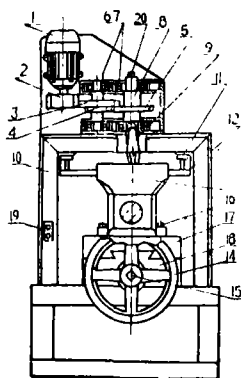

图1 鎖接手卡槽立銑机
鎖接手立銑機是由机架、老虎鉗子、进退刀滑板、銑刀旋轉裝置、電動機等部分組成，如图 1 所示。銑刀⑨是旧料鍛成經車制加工，上面鍍焊廢鉗子頭硬質合金 4 块，形状与尺寸如图 2。銑刀代有錐度可插入主軸⑧內，用螺絲②固定。換刀时，卸掉螺絲，用銷鉄穿入主軸孔內即能將銑刀頂出。